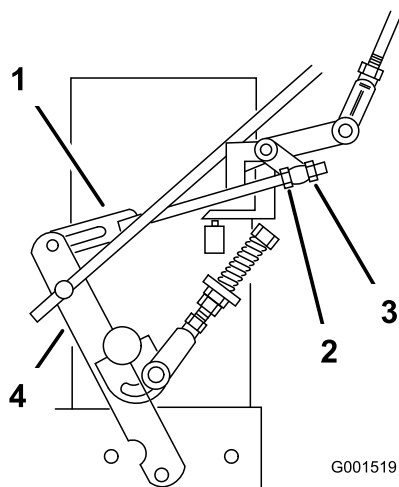

Рисунок 31
8. Ослабьте переднюю регулировочную гайку на левом рычажном механизме управления гидравликой (Рисунок 31).
9. Поворачивайте левую заднюю регулировочную гайку против часовой стрелки до тех пор, пока колесо не начнет вращаться вперед (Рисунок 31).
10. Поворачивайте заднюю регулировочную гайку по часовой стрелке по 1/4 оборота за раз. Затем переведите рычаг управления скоростью в положение ВПЕРЕД и верните назад в НЕЙТРАЛЬНОЕ положение. Повторяйте это действие до тех пор, пока левое колесо не прекратит вращаться вперед (Рисунок 31).